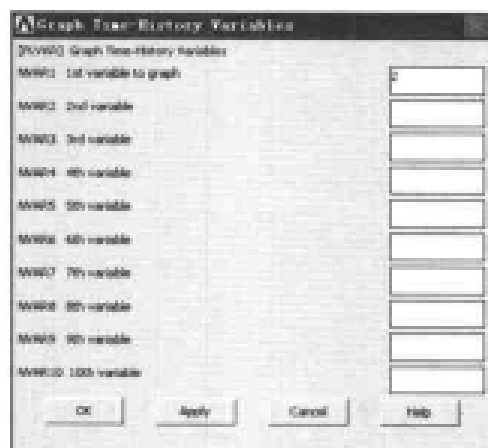
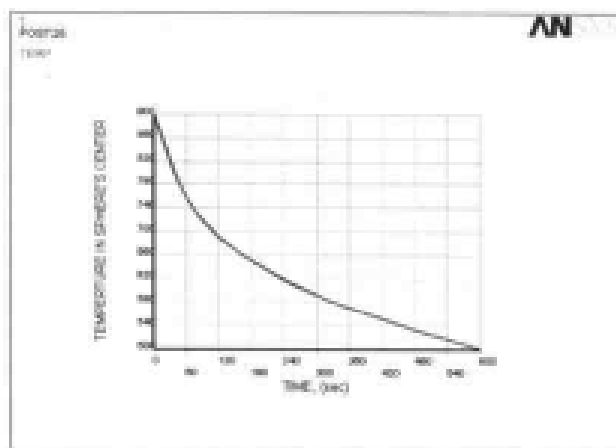

图 10-25 曲线显示时间历程变量对话框
图 10-26 球心温度随时间的变化关系曲线图
(14) 单击 Defined Time-History Variables 对话框中的 Close 按钮关闭该对话框。
(15) 选择 Main Menu | TimeHist Postpro | Graph Variables 命令, 出现 Graph Time-History Variables 对话框, 在 NAVR1 1st variable to graph 文本框中输入 2, 如图 10-25 所示, 单击 OK 按钮, ANSYS 显示窗口将显示球心温度随时间的变化关系曲线图, 如图 10-26 所示。